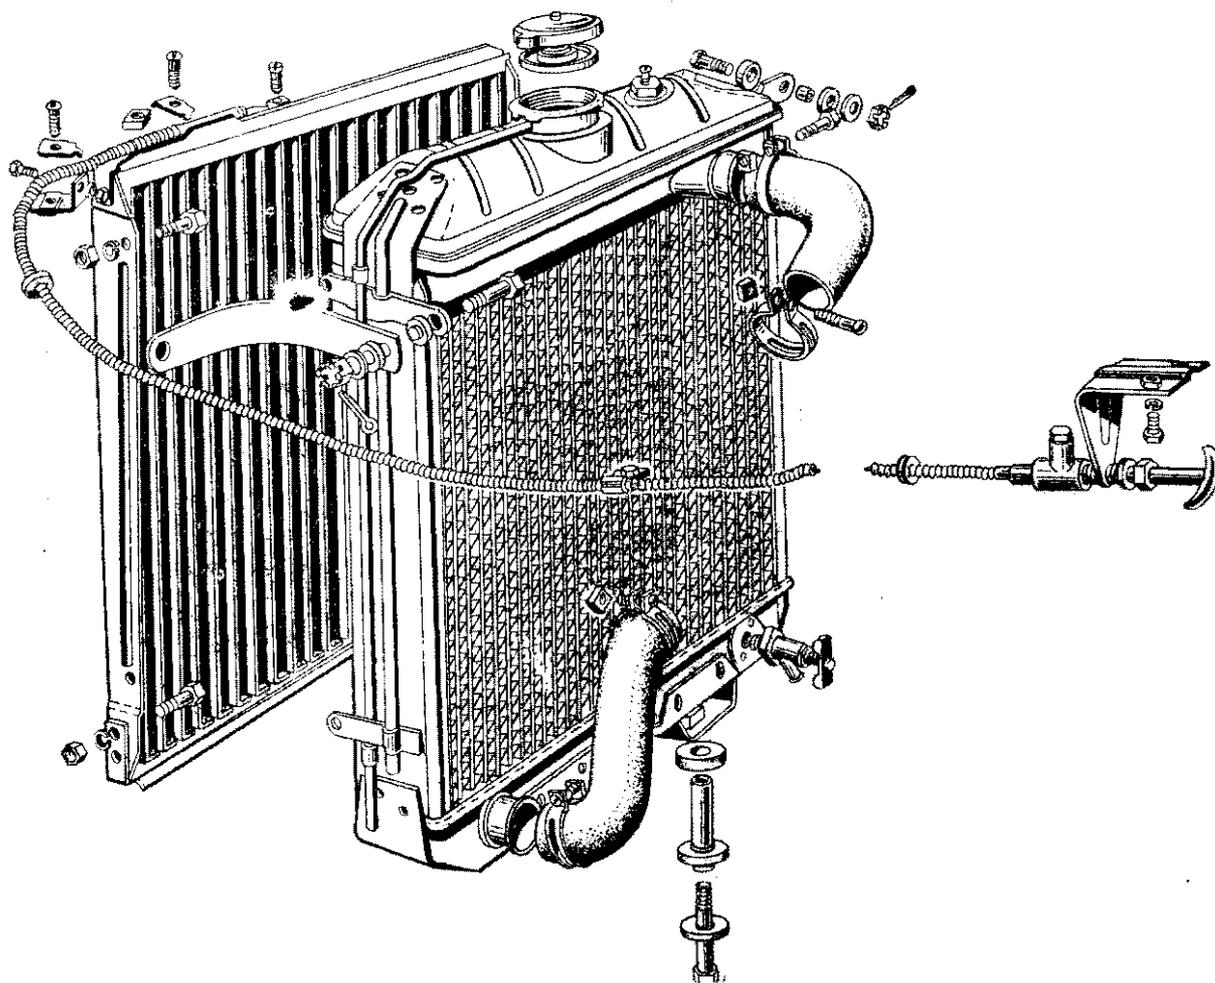

Рис. 31. Радиатор и жалюзи
**Радиатор** — трубчато-пластинчатый (рис. 31), крепится в четырех точках: снизу на двух сдвоенных круглых резиновых подушках и сбоку эластичными пружинными пластинами. Подушки (одна расположена между кронштейном радиатора и поперечиной подрамника, а вторая — под поперечиной) стянуты болтом, ввернутым в гайку кронштейна. Постоянное натяжение подушек обеспечивается распорными втулками. Болты стопорят проволокой, пропущенной через отверстия в головке болта и во фланце поперечины.